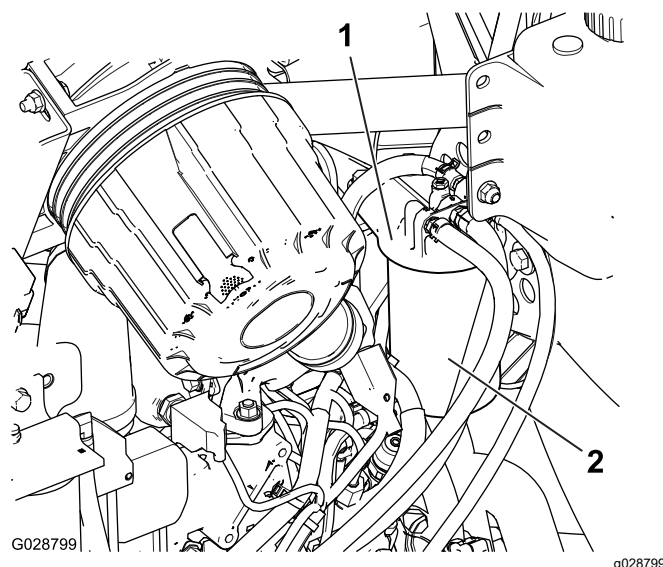

Figure 58
1. Nettoyez la surface autour de la tête du filtre à carburant (Figure 58).
2. Déposez le filtre et nettoyez la surface de montage de la tête du filtre (Figure 58).